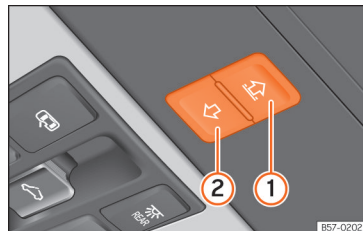

Fig. 94 No revestimento interior do teto: botões da cortina para o sol.
Os botões » Fig. 94 ① e ② têm dois níveis. No primeiro nível pode abrir-se ou fechar-se a cortina para o sol total ou parcialmente.
- Cortina para o sol:** antes que decorram aprox. 5 segundos desde a ativação da função antientalamento, pressione o botão » » **Fig. 94**  até que a cortina para o sol se feche completamente.